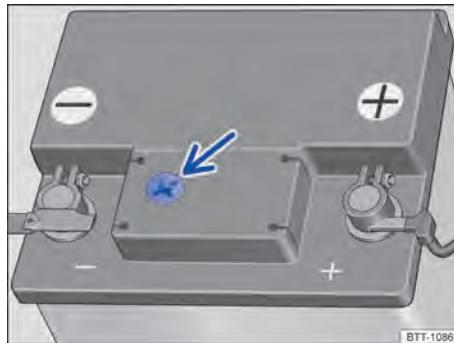

Fig. 179 Representação esquemática: visor no lado superior da bateria 12 V do veículo.
- Providenciar iluminação suficiente para poder identificar o indicador colorido no visor redondo no lado superior da bateria do veículo ⇒ Fig. 179 (seta). Jamais utilizar chamas expostas ou objetos incandescentes como iluminação.